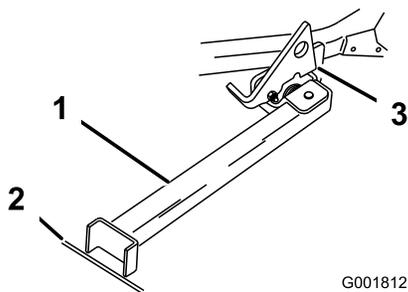

Figura 34
3. Alzate il dispositivo di chiusura. Portate il piede del supporto sul davanti e spostate il supporto verso la macchina, nell'intaglio inferiore (Figura 33e Figura 34).
- Mettete a terra il piede del supporto ed appoggiate il dispositivo di chiusura sull'aletta orientabile (Figura 34).
Nota: Per ottenere risultati ottimali, appoggiate il piede del supporto nelle fessure del marciapiiede o nel tappeto erboso (Figura 34).
- Guidate sul supporto. Fermatevi quando il dispositivo di chiusura cade sull'aletta e si chiude (Figura 34). Una volta sul supporto, innestate il freno di stazionamento e spegnete il motore.